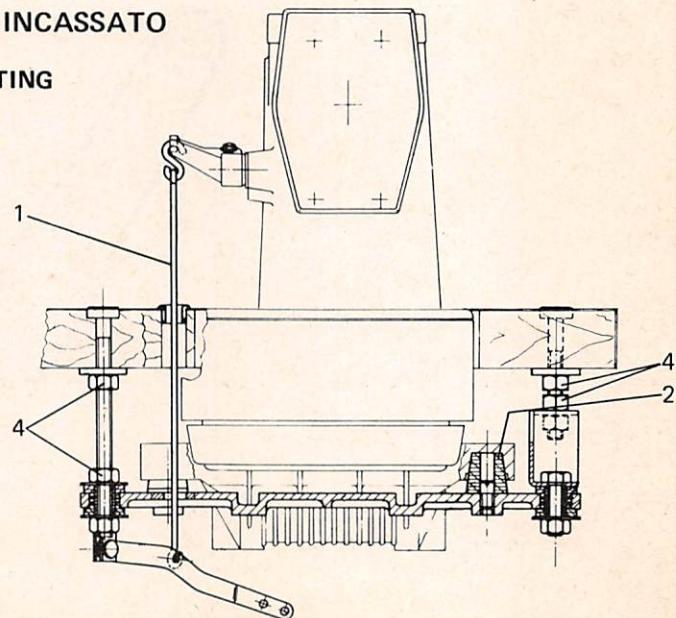

Fig. 1
2. piazzare la macchina sul bancale, centrando le sedi coniche ricavate nelle orecchiette della bacinella sui quattro tamponi ammortizzatori 2 (fig. 1).
3. Collegare il tirante 1 (fig. 1) alla leva alza piedino della macchina
6. Livellare la testa della macchina affinchè la cinghia si trovi sul piano normale agli assi delle pulegge e al centro delle loro gole. Per l'operazione di levellamento, quando la testa è piazzata fuori tavola, agire sui perni sostegno testa 3 (fig. 1), avendo cura di bloccare successivamente gli appositi dadi. Per la stessa operazione, quando la testa è piazzata a filo tavola, agire sui dadi 4 (fig. 1) dei bulloni che portano la piastra e la staffa.
2. Place the machine on the stand, centering the conical housings of the sump lugs on the four shock absorbers 2 (fig. 1).
3. Connect stay-rod 1 (fig. 1) to machine presser foot lifter lever.
6. Level the machine head so that the belt is perpendicular to the pulley axes and thus centered in their races. For the levelling operation when the head is set outside the table, adjust the head support pins 3 (fig. 1), making sure to lock them again afterwards with the relative nuts. For the same operation when the head is set level with the table, adjust nuts 4 (fig. 1) of bolts holding plate and bracket.